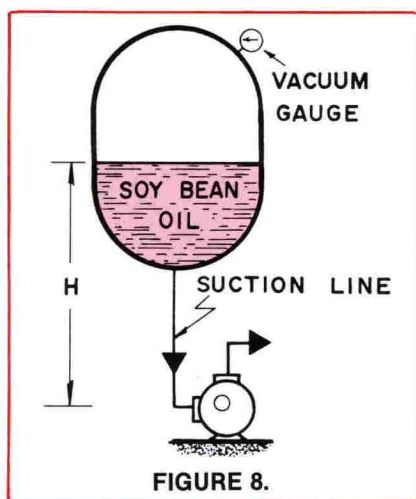

FIGURE 8.
(C) PUMPING FROM A VESSEL UNDER HIGH VACUUM. (See Figure 8).